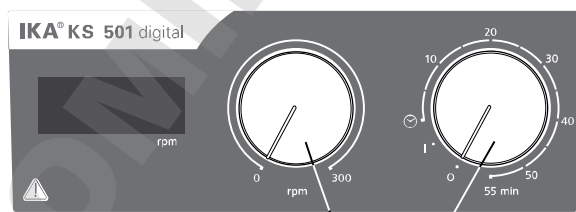

Fig. 3
- ☞ Slå på apparaten genom att vrida vridknoppen **"På/av"** och **"Timer" (B)** medurs till position **"1"**.
- ☞ Stäng av apparaten genom att vrida vridknoppen **"På/av"** och **"Timer" (B)** till position **"0"**.
- ☞ Slå på apparaten genom att vrida vridknoppen **"På/av"** och **"Timer" (B)** medurs förbi positionen **"0"**.
- ☞ Ställ in motorvarvtalet med reglerknoppen **"Varvtal" (C)**, se **Fig. 3**. Motorvarvtalet kan ställas in till mellan 0 och 300 rpm.